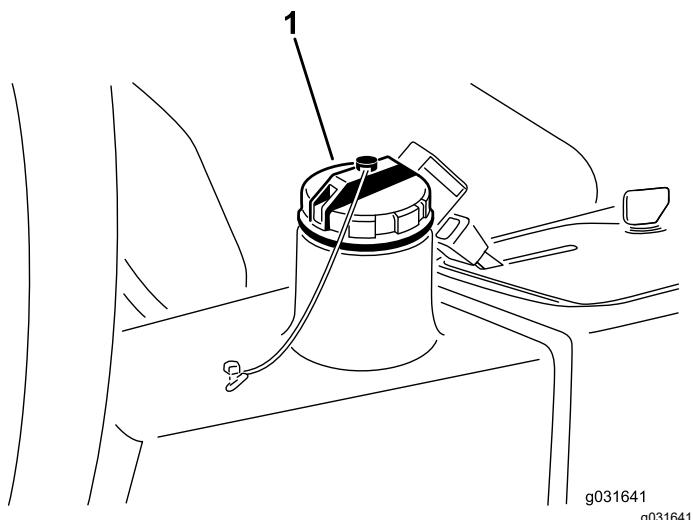

Bild 67
4. Füllen Sie den Behälter (Bild 67) mit ca. 13.2 Liter Hydrauliköl, siehe Prüfen der Hydraulikanlage \(Seite 59\).